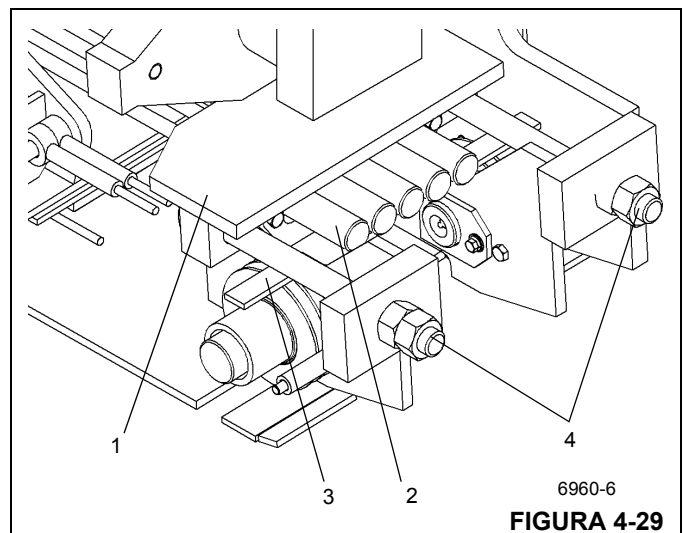

FIGURA 4-29
4. Coloque el miembro soldado del carruaje de cables de extensión (1) en los cinco cables de extensión grandes (2), con sus ranuras hacia abajo, y fije los cables al carruaje con la placa retenedora y dos pernos (3) (Figura 4-29). Procure no enredar los cables.
5. Instale dos pernos de ajuste largos (4) a través de los agujeros del carruaje, con sus cabezas hacia la parte delantera (Figura 4-29).